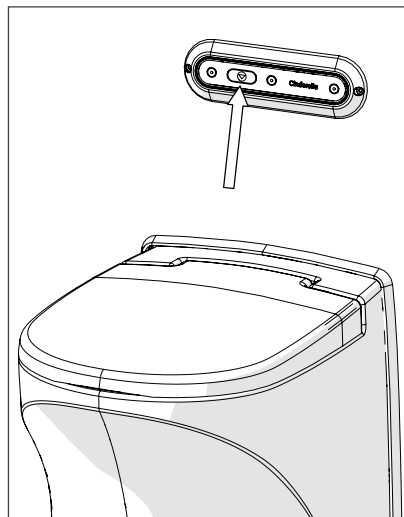

Ilustración 3
6. Presione el botón de inicio (Ilustración 3). Cuando la trampilla se cierra, comienza la incineración. Entonces, el inodoro ya está listo para un nuevo uso.